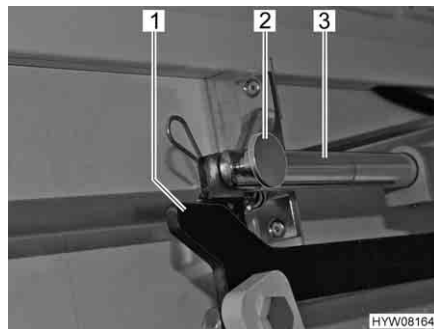

Fig. 83 Azionamento
- Rimuovere il collegamento (p. es. copiglia e bullone) (Fig. 83,2) tra la biella (Fig. 83,3) e la leva (Fig. 83,1).